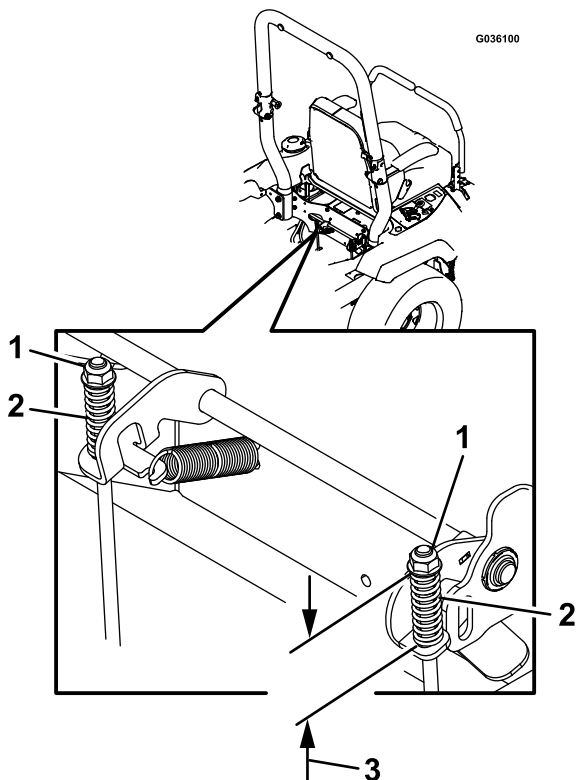

**Figura 58**
6. Si es necesario ajustarlos, quite el freno de estacionamiento. Retire la chaveta de la barra de acoplamiento del freno (Figura 58).